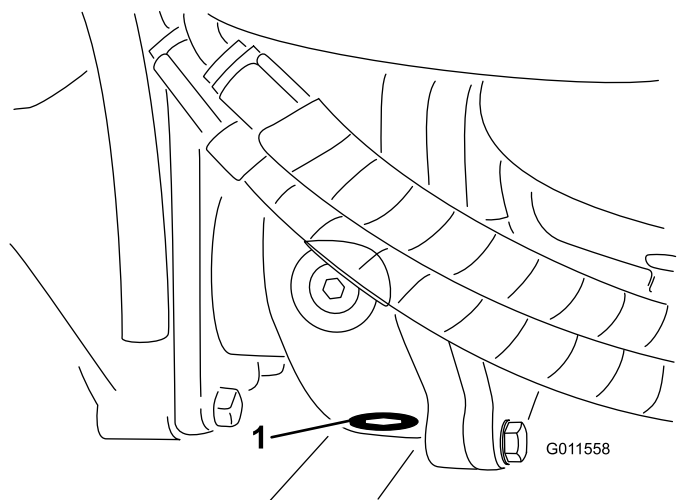

Figura 75
5. Limpie la zona alrededor del tapón de vaciado en la parte inferior de la caja de engranajes (Figura 75).